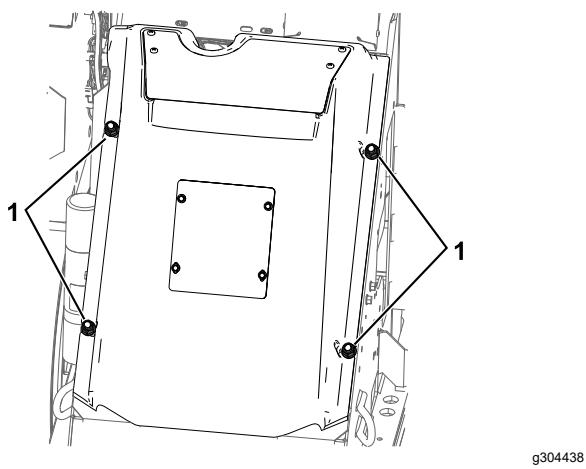

Figura 27
4. Allentate i 4 dadi che fissano il cofano (Figura 27).